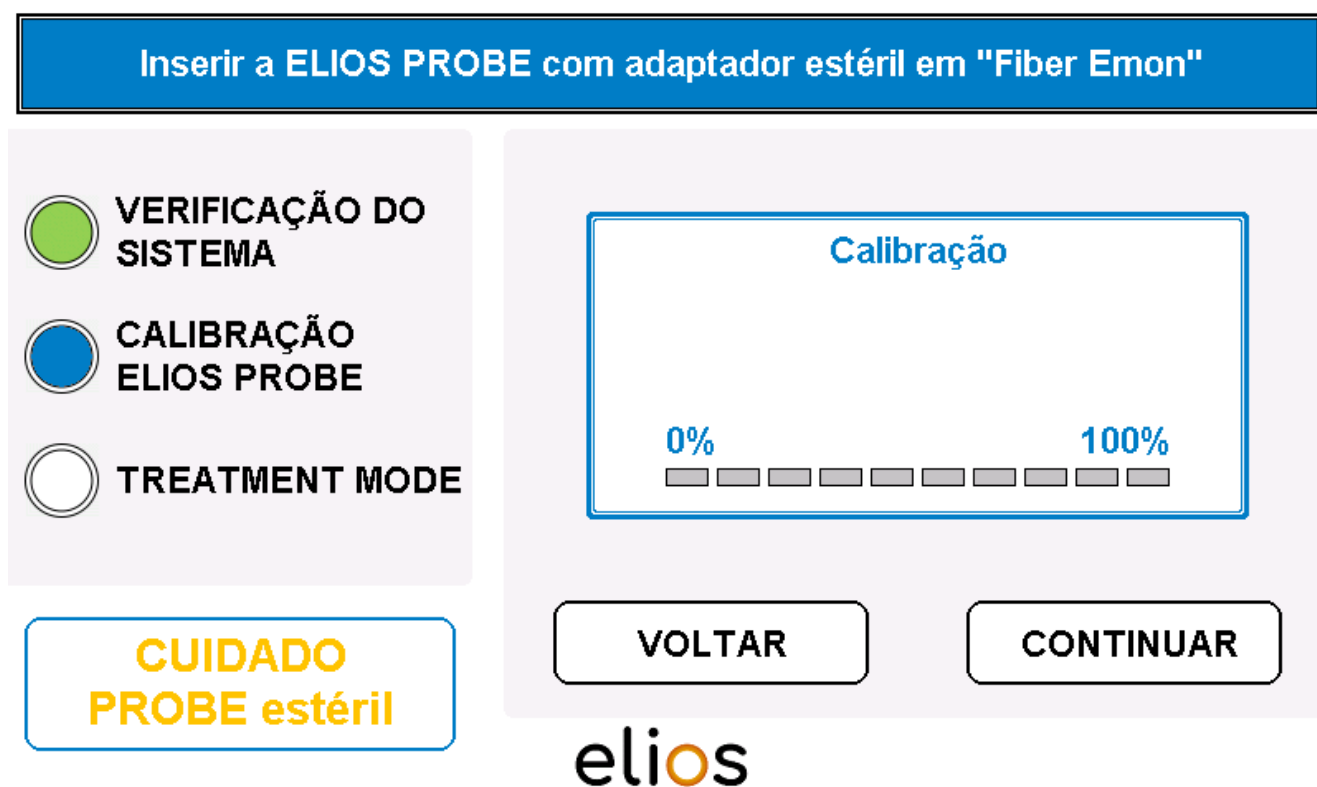

Fig. 4-10: Insira a fibra com adaptador esterilizado
- A operação deve ser confirmada pelo botão "**CONTINUAR**" (Fig. 4-10).